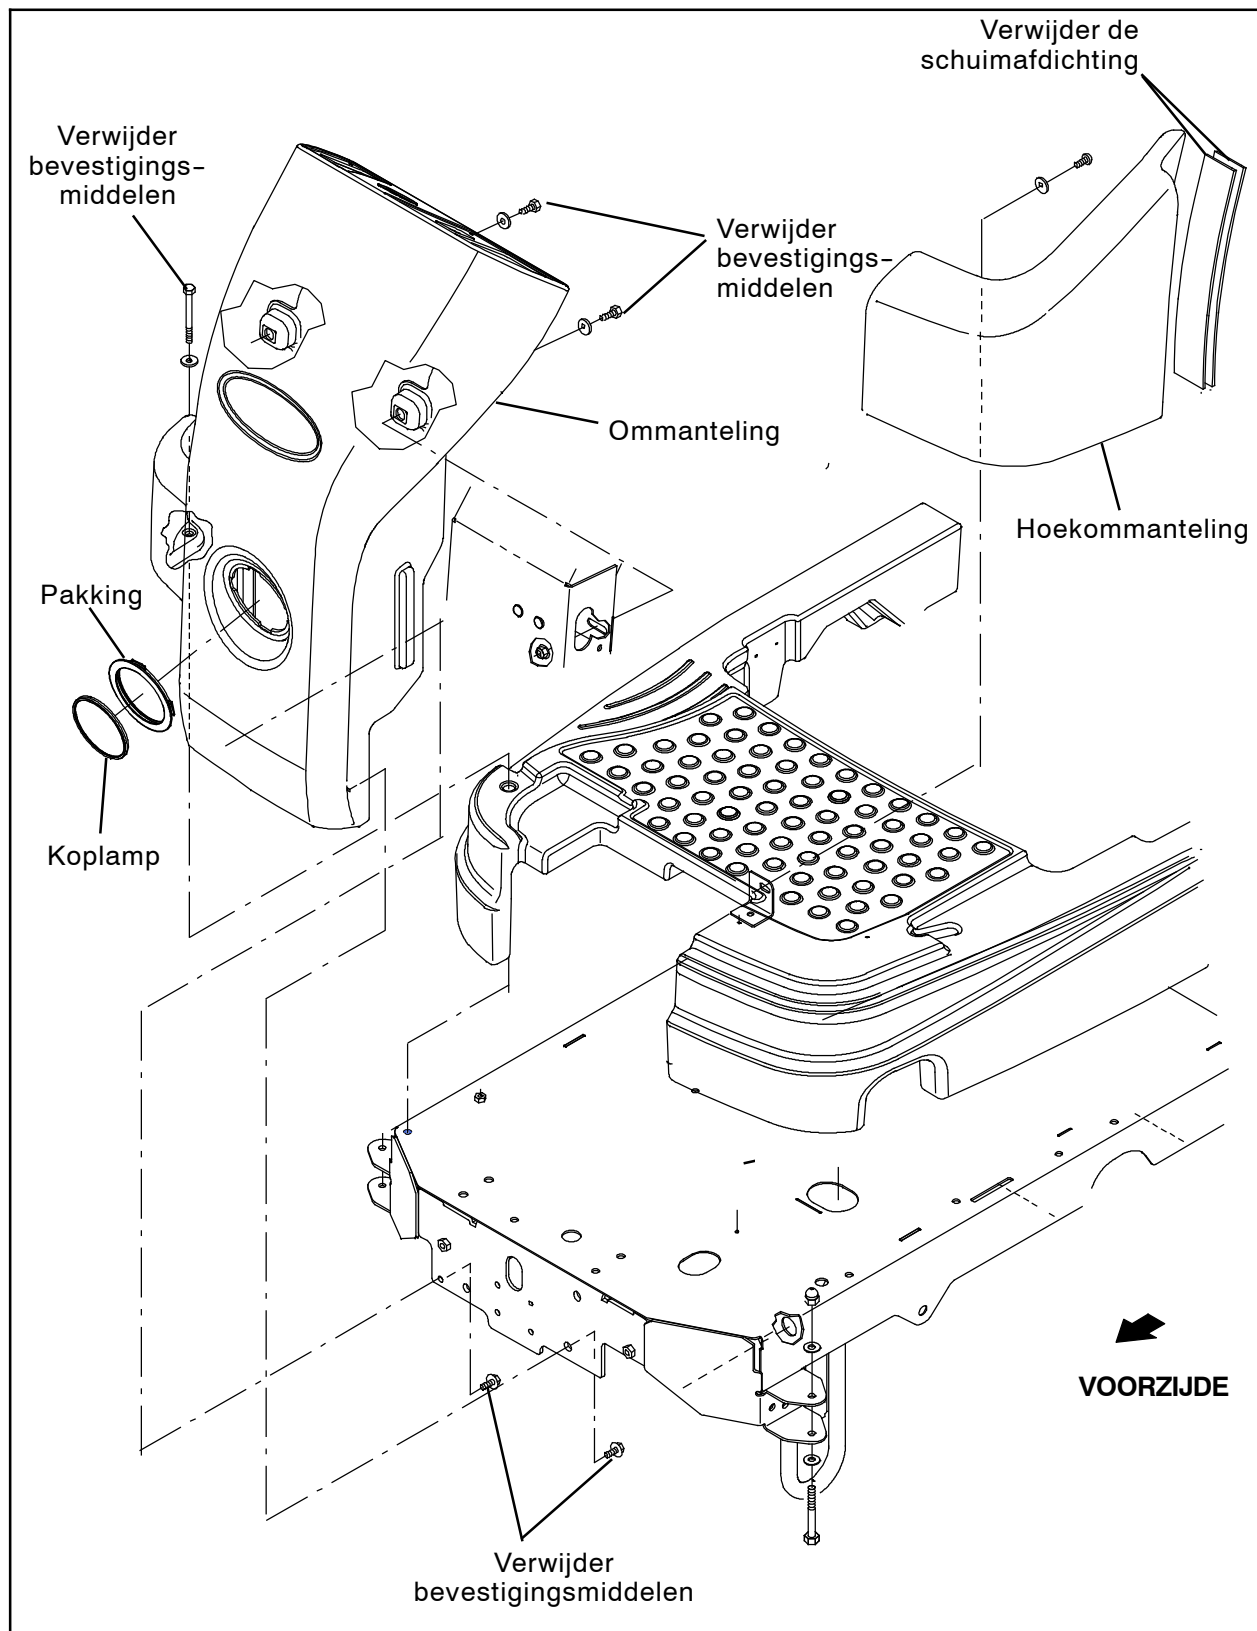

AFB. 5
6. Verwijder de 1-11/16 inch-borgmoer van de stuursamenstelling. (Afb. 5)